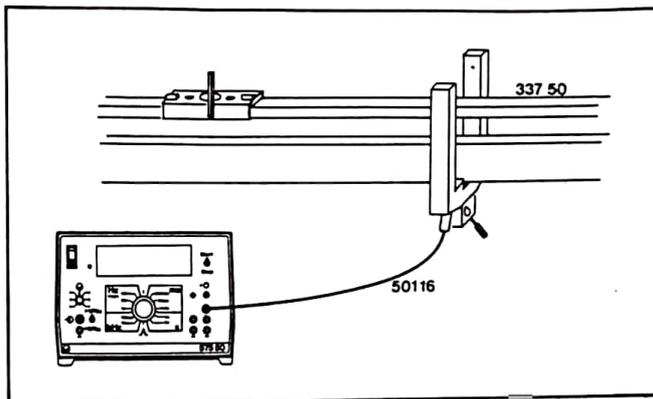

Fig.2: Misura del tempo di oscuramento prodotto dall'asticciola (vel. istantanea) (rotaia a cuscinio d'aria 337 50)
FIG.2 spazio s in funzione del tempo t
- ⑥ morsetto per fissaggio ad asta di sostegno, fino a 14 mm di ϕ
- ⑦ magnete di fissaggio
- ⑧ dispositivo di arresto per fissare, senza oscillazioni, un profilo a sezione rettangolare (fig.2)